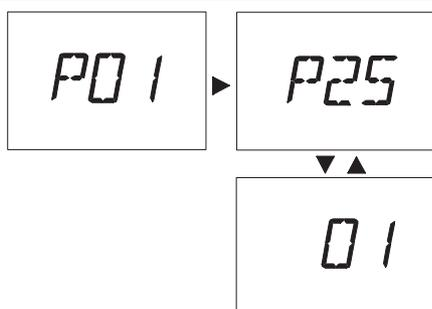

Рис. 42
- 1 Нажимайте кнопку сброса 14 Рис. 5 пока на ЖК-дисплее не отобразится параметр **P25**, в котором можно настроить *Расходомер* (последовательность **P25** чередуется с **01**) (Рис. 42).